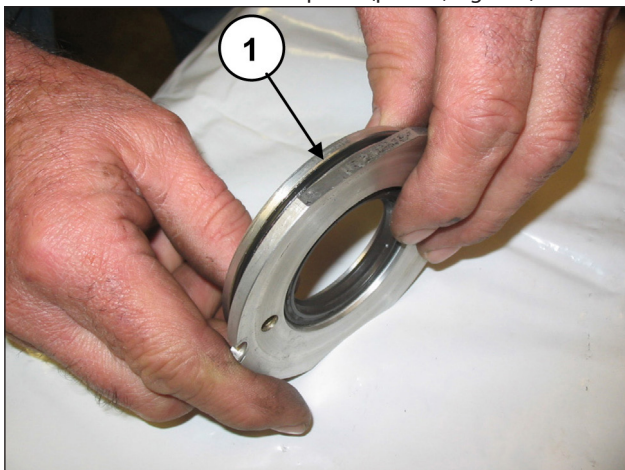
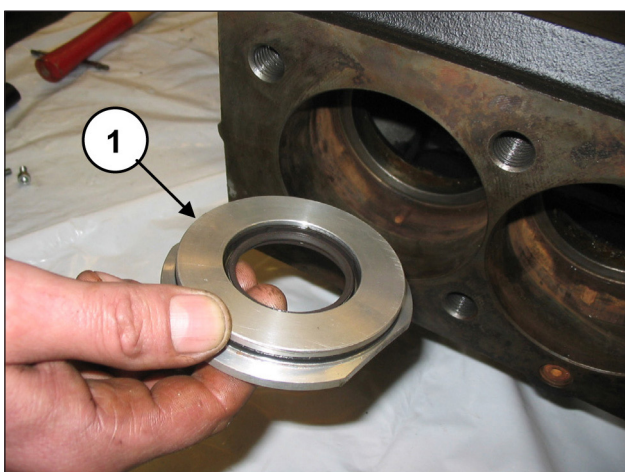

Fig. 130
Fig. 131
Posicione o anel circular (pos. ①, Fig. 130) no local da cobertura da vedação do óleo e insira o grupo montado no interior do carter no local adequado (pos. ①, Fig. 131).